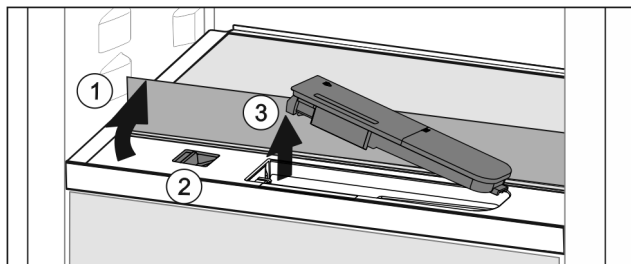

Fig. 35
- ▶ Повдигнете стъклената плоча и я завъртете до ограничителя назад Fig. 35 (1).
- ▶ Преместете плъзгача Fig. 35 (2) наляво.
- ▶ Извадете резервоара за вода Fig. 35 (3).